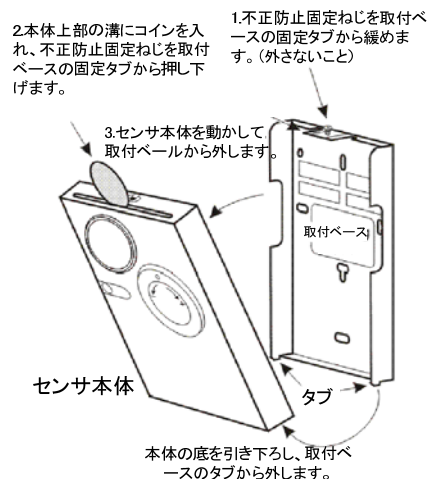

図 1. 取付ベースからセンサー本体を外す
2. 取付ベースからセンサー本体を外します。(図1)
1. 取付ベースからセンサー本体を外します。(図1)
1. 取付ベースからセンサ本体を外します。(図1)